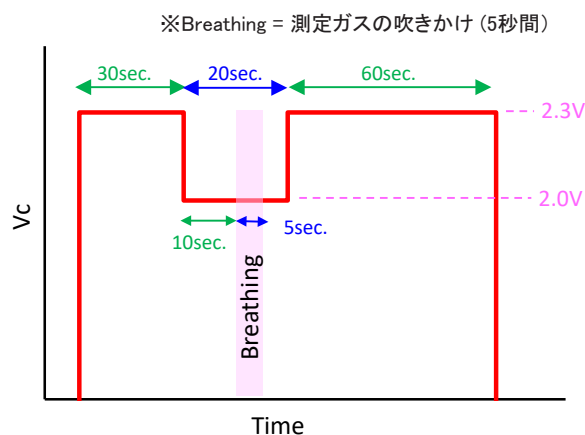

図3. H/L駆動時のVc波形 (一例)
- ・ 図3で示すように、H/L/H駆動を1サイクルとして完了後、次の測定までは無通電($V_c=OFF$)とする。